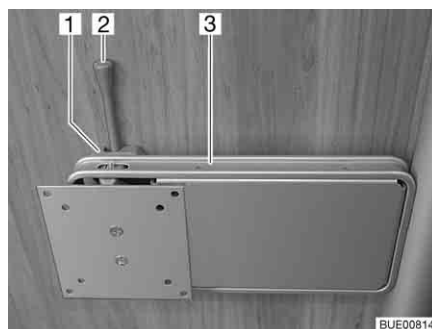

Bild 45 Halterung an Säule
- Den Entriegelungshebel (Bild 45,2) zur Seite drücken und die Halterung (Bild 45,3) mit dem Flachbildschirm in die gewünschte Position drehen.
- Flachbildschirm zurückdrehen, bis die Halterung (Bild 45,3) in die Verriegelung (Bild 45,1) einrastet.